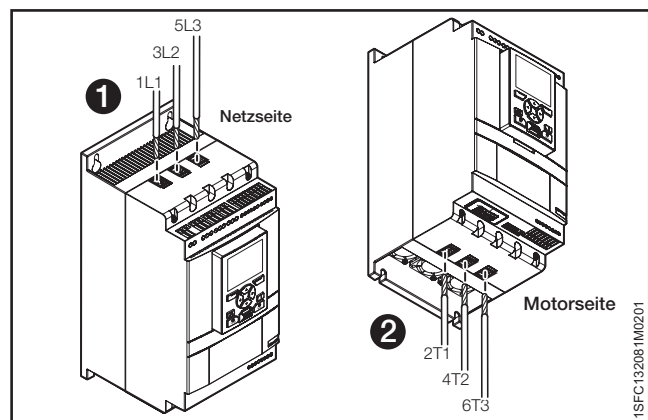

Abbildung 5.2
Verwenden Sie eine Drahtverbindung für PSTX30...105 (siehe **Abbildung 5.2**) und einen Klemmenanschluss für PSTX142...570 (siehe **Abbildung 5.3**).
- Verbinden Sie die Netzseite mit den Klemmen 1L1, 3L2, 5L3. Siehe **1** in **Abbildung 5.2** und **Abbildung 5.3**.
- Verbinden Sie den Motor mit den Klemmen 2T1, 4T2, 6T3 an der Motorseite. Siehe **2** in **Abbildung 5.2** und **Abbildung 5.3**.